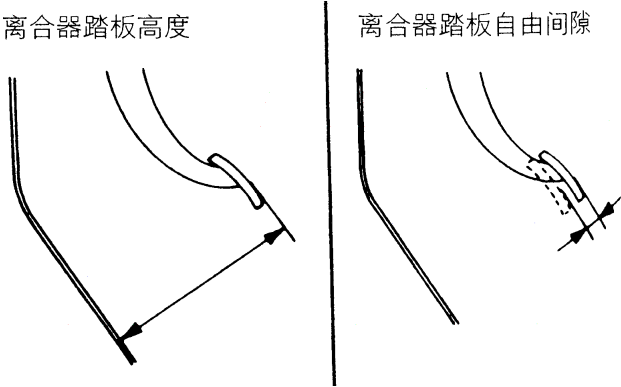

图 3-1 测量离合器踏板高度和离合器踏板自由间隙
(1) 如图 3-1 所示，测量离合器踏板高度和离合器踏板自由间隙。离合器踏板高度标准值为 96~202mm；离合器踏板自由间隙标准值为 0~35mm。注意离合器踏板高度是不可调整的。如高度在标准数值外，检查踏板支架等有无变形，并按需要更换零件。